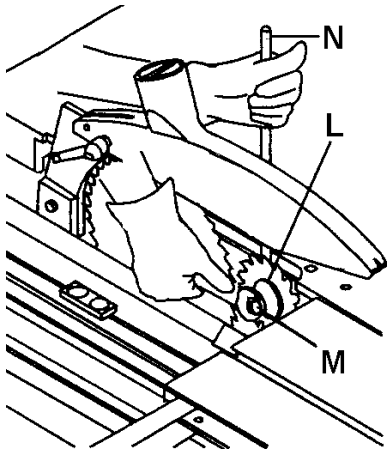

Fig 15
Lösen Sie mit dem gelieferten Gabelschlüssel die Spannmutter (M, Fig 15). Sichern Sie dabei die Sägewelle mit dem Steckstift (N) gegen Verdrehen.